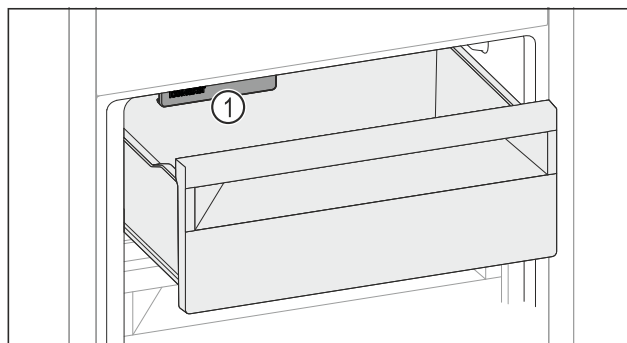

Fig. 224
- ▶ Luați în considerare IceMaker Fig. 224 (1).